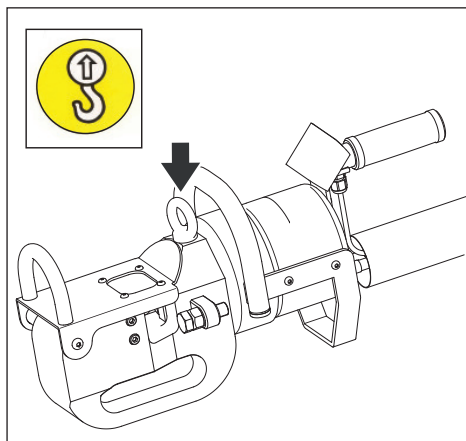

Figura 7, Punto di sollevamento del tagliabarre
- Se è necessario spostare o trasportare il tagliabarre, utilizzare il golfare fornito in dotazione. Vedere la figura 7. Utilizzare attrezzature di sollevamento adatte.